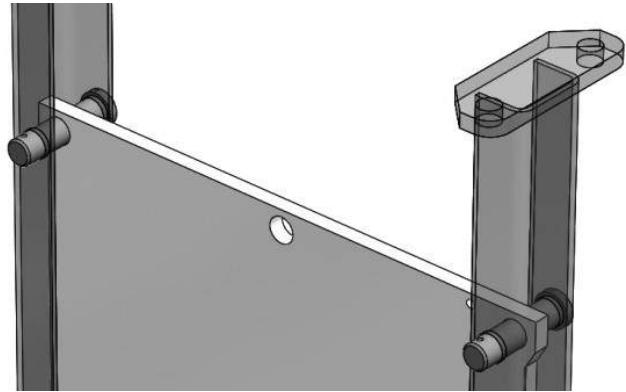

图17. 冲程已正确调整。
3. 若闸板(2)现在可通过锁紧销(13)进行锁紧，则冲程已正确调整。否则，继续至下一步骤进行冲程调整。请参见Figure 17。